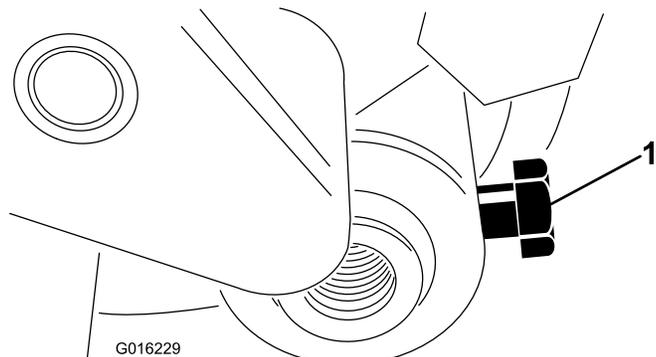

Figure 14
30. Insérez l'arbre du rouleau dans le bras de réglage droit et fixez-le avec le boulon (Figure 14).
38. Centrez le rouleau entre les bras de réglage et serrez les boulons de fixation (Figure 14).